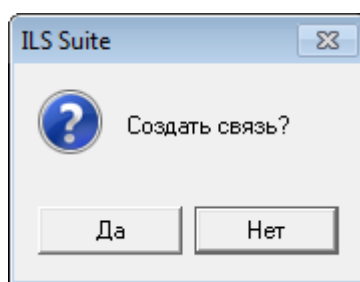

Рис. 18-7 – Диалоговое сообщение
- 4) В отобразившемся диалоговом окне нажать кнопку «Да» для подтверждения создания связи (рис. 18-7).